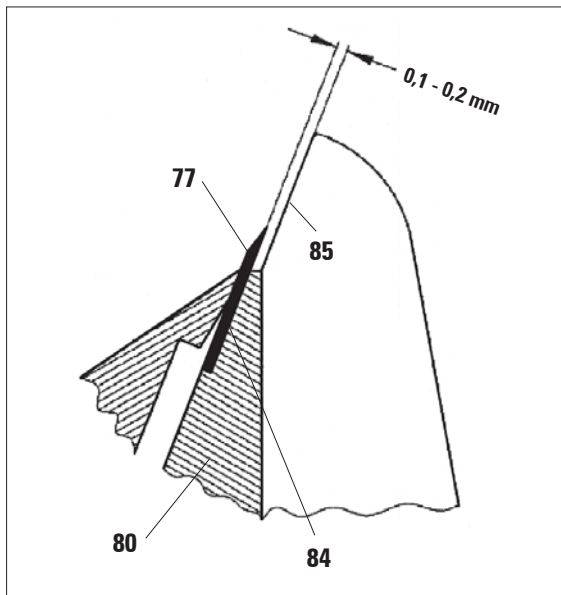

Fig. 30
- Abatir el protector de dedos (5).
- Aflojar la palanca (89) de sujeción de la cuchilla (gírala hacia adelante).
- Extraer la palanca (89) (tirándola hacia afuera).
- Quitar la placa de presión (86).
- Al colocar la placa de presión, asegúrese que los bordes superiores de la placa de presión anterior (86) y posterior (80) estén paralelos y a la misma altura (ver Fig 30, pág. 31).